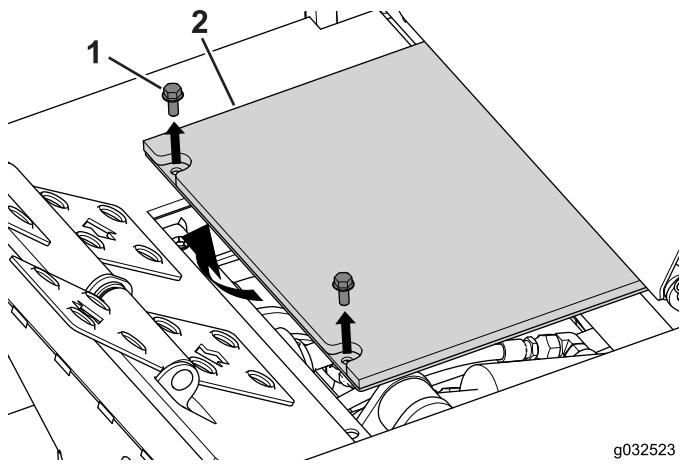

Рисунок 101
1. Выверните два болта крепления крышки панели пола и снимите крышку (Рисунок 101)